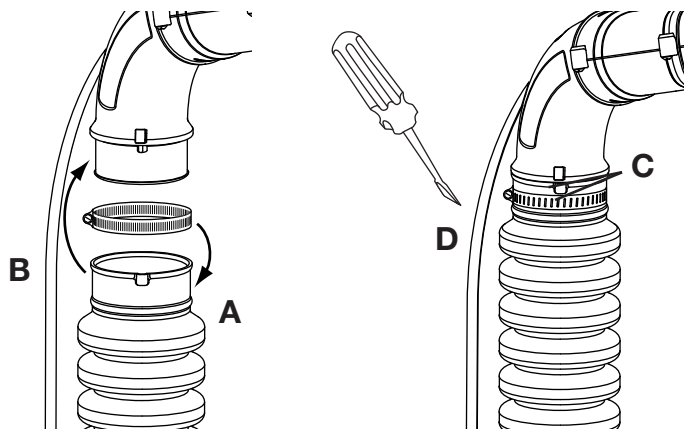

Fig. 1
1. Placer un collier de serrage à l'extrémité du tube flexible (Fig. 1, A).
2. Glisser l'extrémité du tube flexible avec le collier de serrage en place sur la sortie de la buse du logement de l'hélice (Fig. 1, B).
3. Aligner la bosse sur le tube flexible avec la bosse de la buse du moteur (Fig. 1, C).
4. Serrer la visse du collier de serrage pour fixer le tube flexible à buse de sortie de l'hélice (Fig. 1, D).